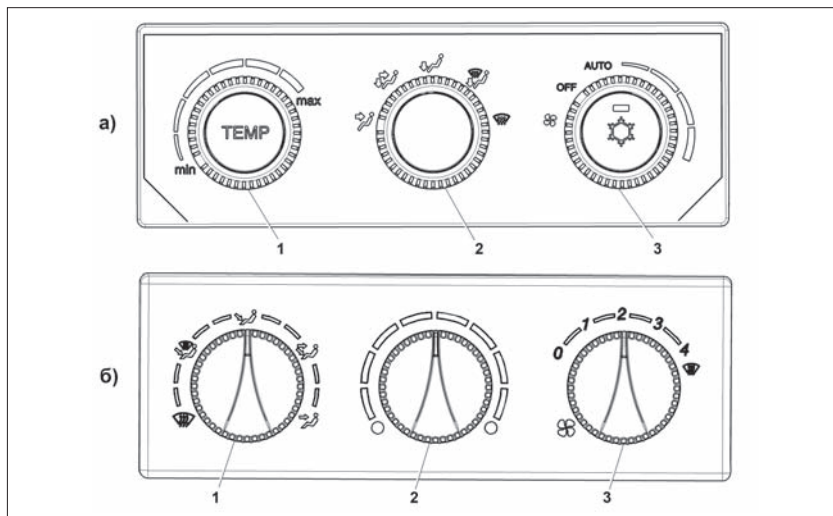

Рис. 69. Переключатели:
6 – поворотные переключатели системы автоматического управления климатической установкой (**в варианте исполнения** – системы автоматического управления отопителем), см. рис. 69;
8 – контроллер системы автоматического управления климатической установкой (рис. 69):
9 – контроллер системы автоматического управления отоплением (**в варианном исполнении**), рис. 69б:
Управление распределением воздуха в салоне (рис. 69) имеет следующие обозначения:
- переключатель «1» (рис. 69б) установить в положение  для удаления запотевания или обмерзания;
- переключатель «1» (рис. 69б) установить в положение .
Для размораживания стекол в холодное время года необходимо переключателем «2» (рис. 69б) установить максимальную температуру подаваемого воздуха и включить переключатель «3» в одно из минимальных положений, например, режим «1». По мере прогрева двигателя установите переключатель «3» в положения «2» или «3».